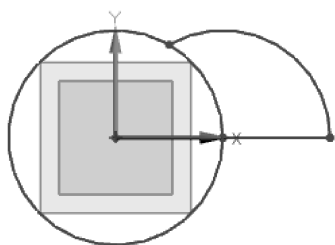

图 2-43 完成修剪
- 07 使用【快速修剪】工具，其快捷键为【T】，弹出【快速修剪】对话框。然后对图形区中要修剪的曲线进行修剪，如图 2-43 所示。